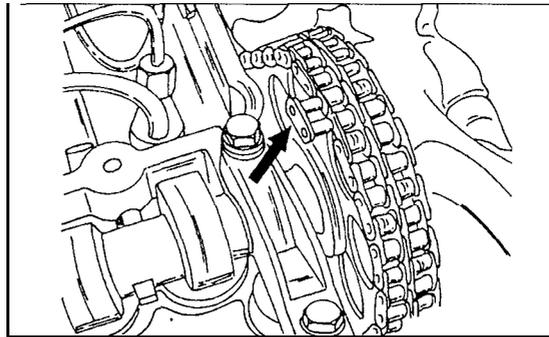

Bild 154
- Die alte Kette von der neuen Kette trennen und das Kettenschloss von der Innenseite nach aussen einsetzen, wie es in Bild 154 gezeigt ist. Das Schloss mit den neuen Sicherungsscheiben von vorn sichern. Dabei die Kette vorübergehend mit einem Stück Draht am Nockenwellenkettenrad festbinden (auf